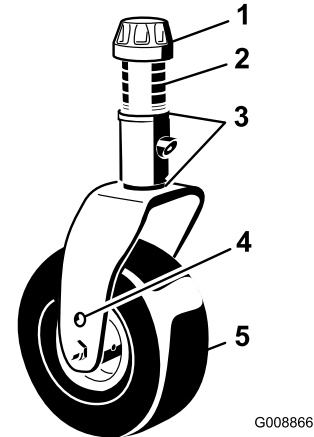
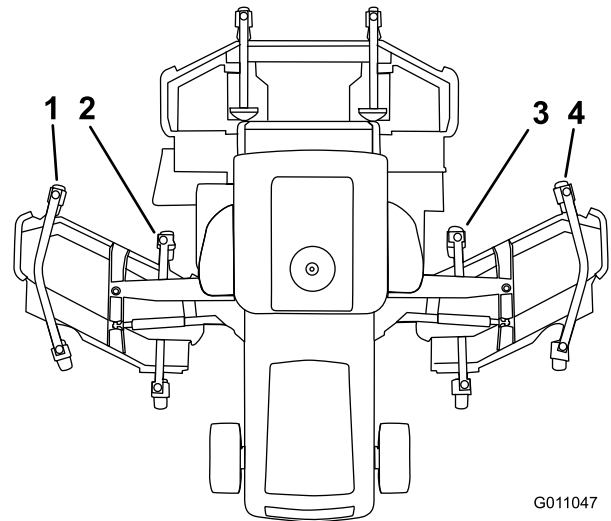

Рисунок 32
Рисунок 33
3. Если внутренняя кромка бокового режущего блока находится слишком высоко по отношению к наружной кромке переднего режущего блока, снимите одну регулировочную проставку на 1/8" с рычага переднего внутреннего поворотного колеса (Рисунок 32 и Рисунок 33). Повторите измерение разности между наружными кромками обоих боковых режущих блоков и между внутренней кромкой бокового режущего блока и наружной кромкой переднего режущего блока.
4. Если внутренняя кромка по-прежнему слишком высока, снимите еще одну регулировочную проставку на 1/8" с рычага переднего внутреннего поворотного колеса бокового режущего блока **и** одну проставку на 1/8" с рычага переднего наружного поворотного колеса бокового режущего блока (Рисунок 32 и Рисунок 33).
5. Если внутренняя кромка бокового режущего блока находится слишком низко по отношению к наружной кромке переднего режущего блока, добавьте одну регулировочную проставку на 1/8" с рычага переднего внутреннего поворотного колеса (Рисунок 32 и Рисунок 33). Проверьте разность между наружными кромками обоих боковых режущих блоков и между внутренней кромкой бокового режущего блока и наружной кромкой переднего режущего блока.